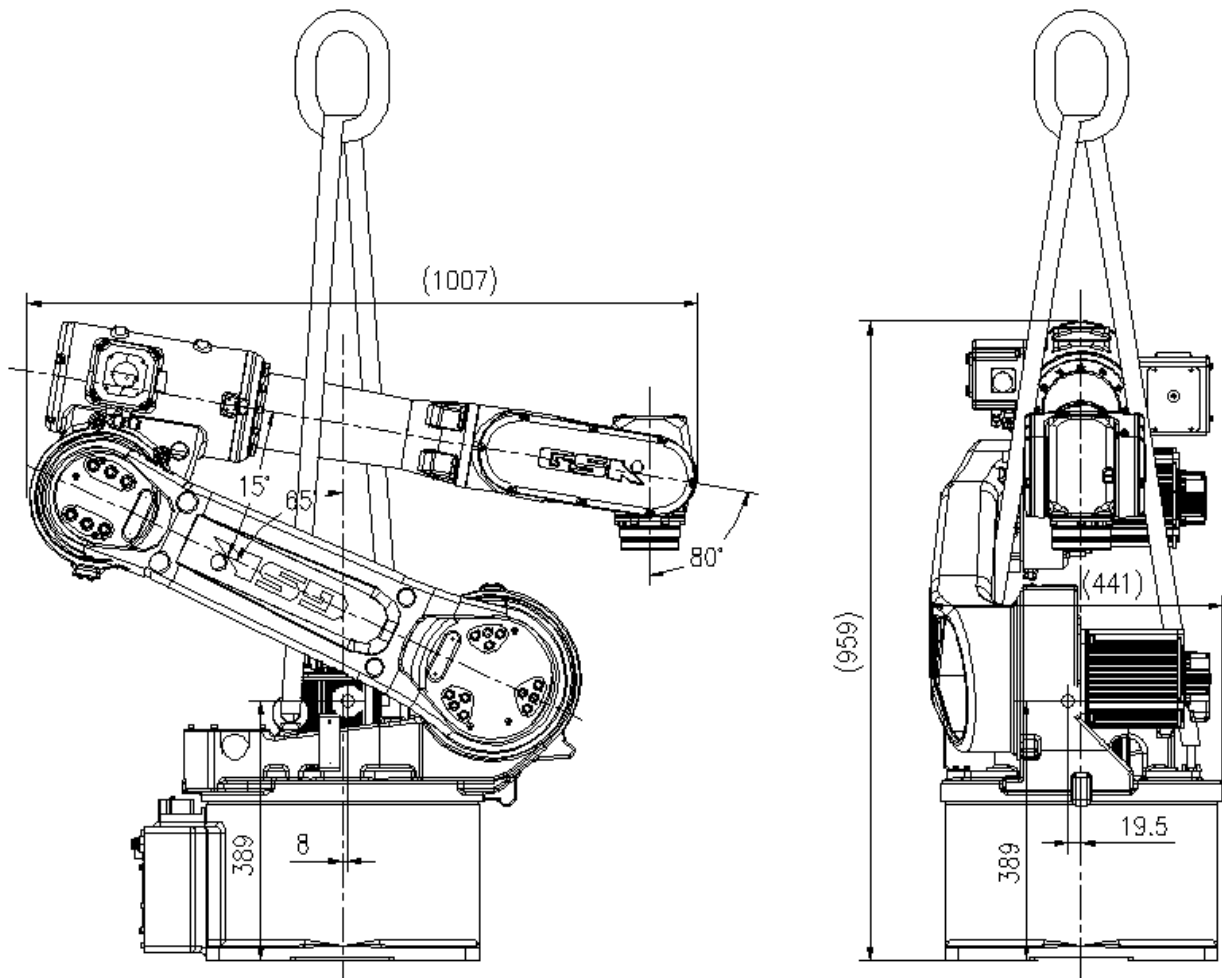
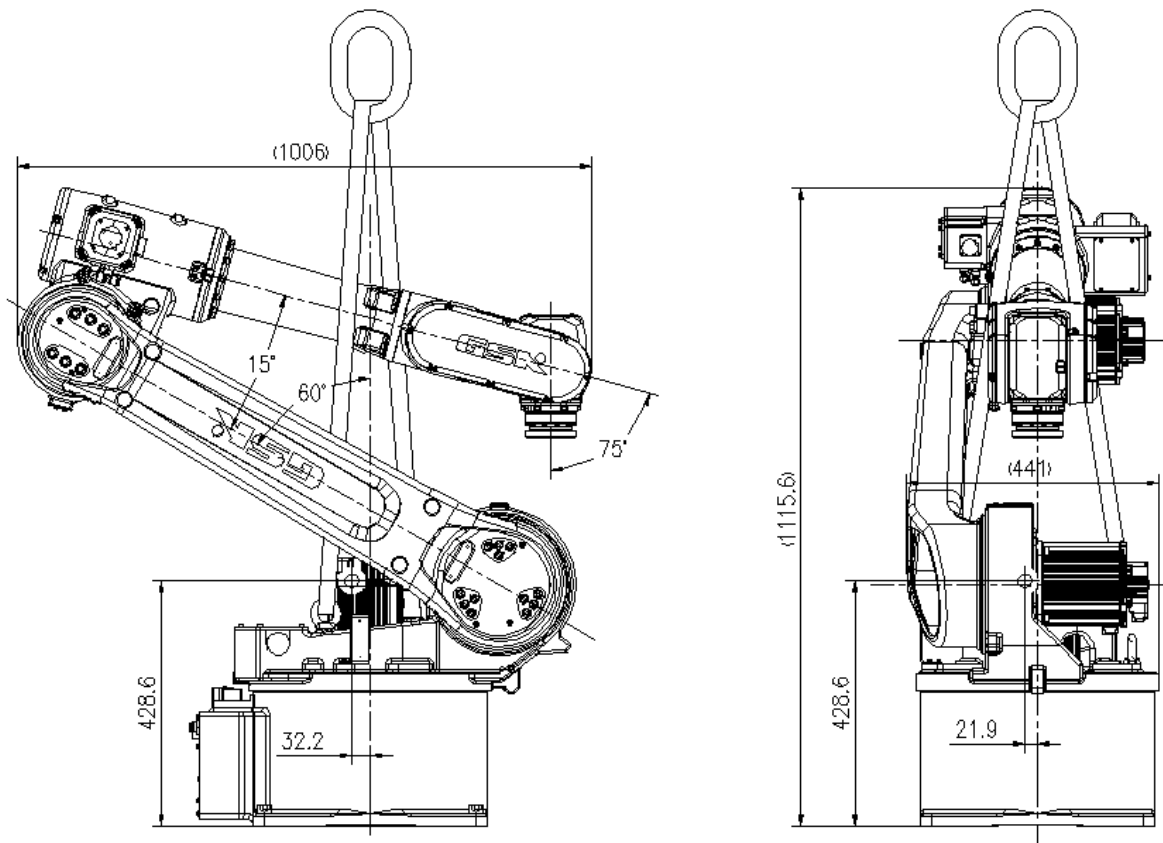

图 1 RB20A3-1700 搬运姿态
图 2 RB20A3-1900 搬运姿态
- 建议的搬运姿态（出厂姿态）：以 RB20A3-1700 为例（如图 1），J1、J4 和 J6 轴均为 0° ，J2 轴为 -65° ，J3 轴为 $+75^\circ$ ，J5 轴为 $+80^\circ$ ；以 RB20A3-1900 为例（如图 2），J1、J4 和 J6 轴均为 0° ，J2 轴为 -60° ，J3 轴为 $+75^\circ$ ，J5 轴为 $+75^\circ$ 。
使用钢丝绳，利用吊环螺钉起吊搬运，这时，请务必按图 1、图 2 的姿态（即出厂姿态）进行起吊搬运。